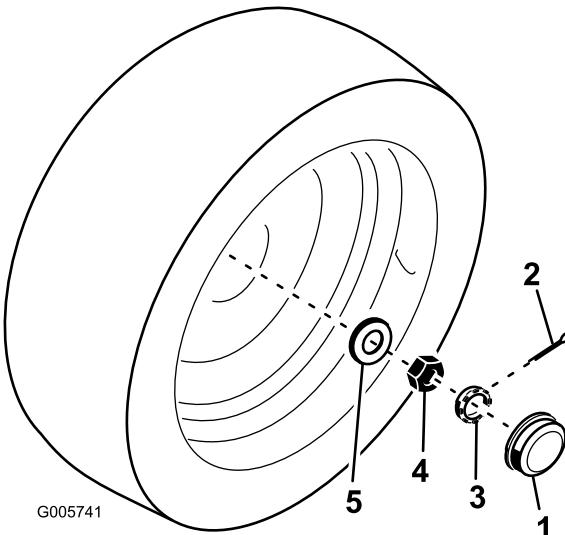

Figura 55
2. Retire el tapón antipolvo del extremo del eje de la rueda. Retire también el pasador que sujeta el retenedor (Figura 55).
3. Apriete la contratuerca (Figura 55) a 8,5–11,3 Nm aproximadamente usando una llave inglesa manual.